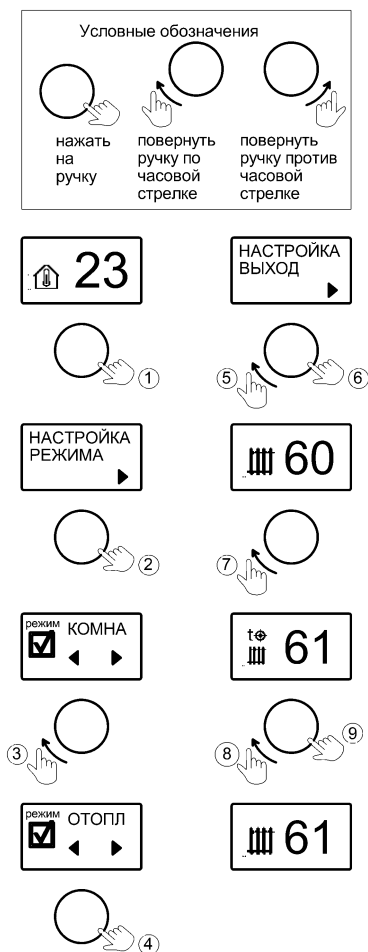
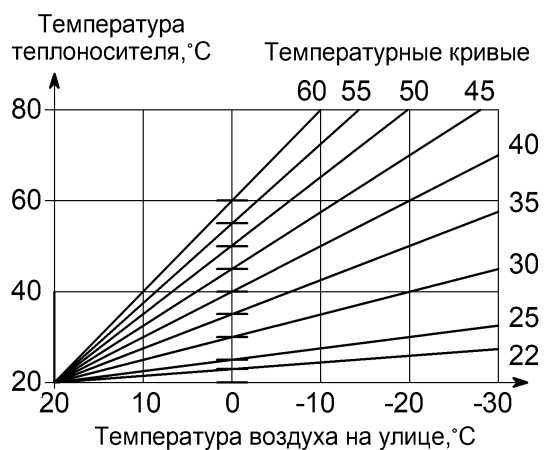
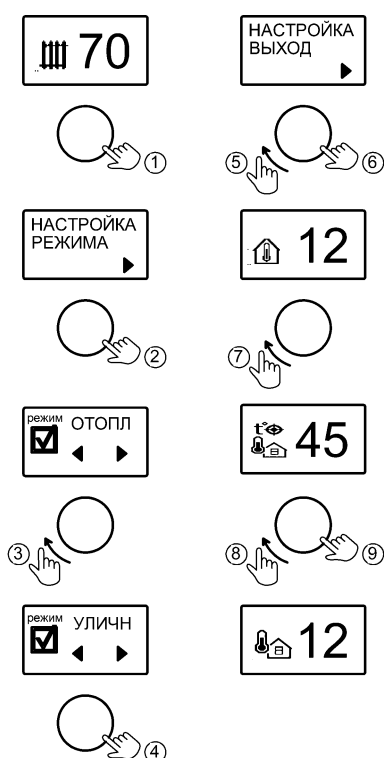

Рисунок 4. Выбор и настройка температуры режима «ОТОПЛЕНИЕ»
Рисунок 6. Зависимость температуры теплоносителя от температуры воздуха на улице
Рисунок 7. Выбор и настройка температуры режима «УЛИЧНЫЙ»
**9.1 «ОТОПЛЕНИЕ»** – режим поддержания температуры теплоносителя. Датчики температуры воздуха в алгоритме не участвуют. Заводская настройка температуры теплоносителя **70°C**. Активация режима и настройка температуры показана на рис.4. Температуру можно задать в диапазоне от +8°C до +85°C.
**9.3 «УЛИЧНЫЙ»** – режим поддержания температуры теплоносителя в зависимости от температуры воздуха на улице по одной из погодозависимых кривых (см. рис. 6). Датчик температуры воздуха устанавливается на улице.
Заводская настройка - 40. Это означает, что при 0°C на улице, температура теплоносителя будет +40°C. При понижении температуры на улице до -10°C, температура теплоносителя увеличится и составит около +50°C. Для изменения заводской настройки нужно в соответствии с рис. 6 выбрать ту кривую, при которой в помещении станет комфортно. Если в помещении холодно - следует выбрать кривую с большим номиналом, если жарко - с меньшим. Чем больше величина теплопотерь здания, тем выше номер кривой. Активация режима и изменения значения кривой ПЗУ показано на рис. 7.
**10.1** Во вкладке «РЕЖИМ РАБОТЫ», выбирается основной режим работы прибора («ОТОПЛЕНИЕ», «КОМНАТНЫЙ», «УЛИЧНЫЙ») - см. рис. 4, рис.5, рис.6.
Подключение должен выполнять квалифицированный специалист. При выборе роли «КОМНАТНЫЙ» и активации режима «КОМНАТНЫЙ» (см. рис.5) прибор будет поддерживать заданное значение температуры воздуха в помещении. При выборе роли «УЛИЧНЫЙ» и активации режима «УЛИЧНЫЙ» (см. рис.6) прибор будет поддерживать температуру теплоносителя в зависимости